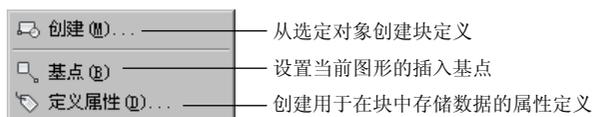

图 10.1.1 子菜单
Step1. 选择下拉菜单 **绘图(U)** → **块(K)** → **创建(M)...** 命令，如图 10.1.1 所示，此时系统弹出图 10.1.2 所示的“块定义”对话框。